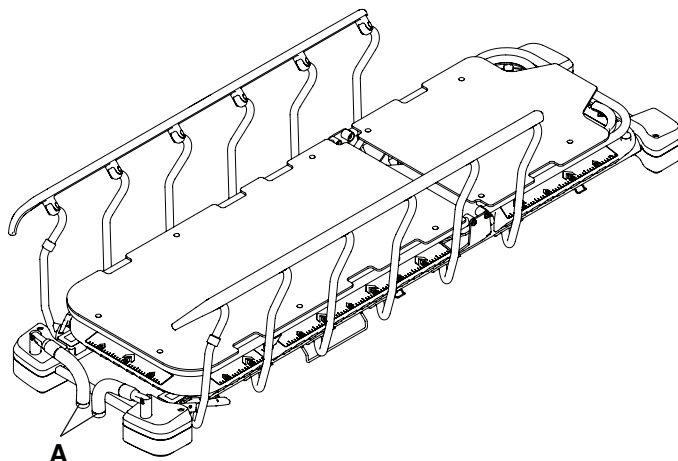

Рисунок 10 – Перевод ручек для толкания ножного конца в сложенное положение
4. Выполните эти действия в обратном порядке, чтобы перевести ручки для толкания ножного конца (A) в сложенное положение (Рисунок 10).